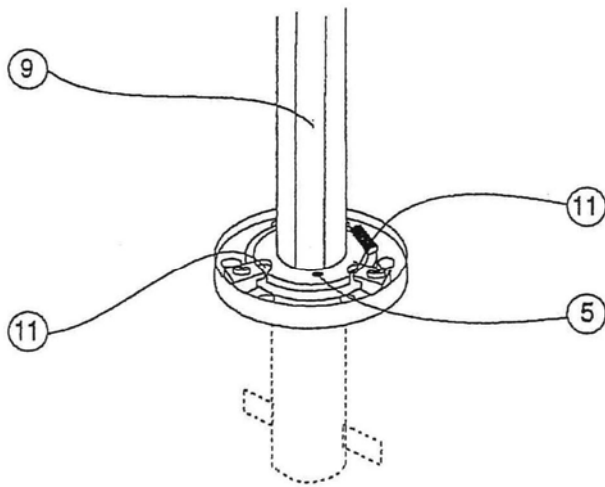
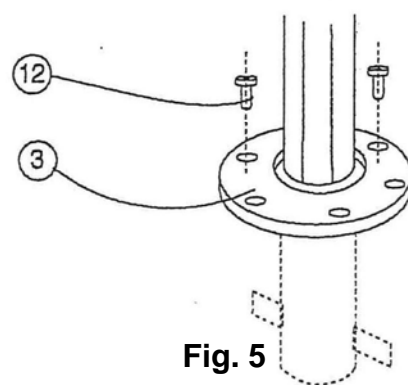

Fig. 4
Fig. 5
- Mast (9) sorgfältig senkrecht aufrichten und noch festhalten (Fig. 4).
- Sicherungsschraube (5) einsetzen.
- Mit Nivellierschrauben (11) allenfalls Senkrechtstellung justieren.
- Pressring (3) auf Mastfuß absenken und Verankerungsschrauben (12) einsetzen (Fig. 5).